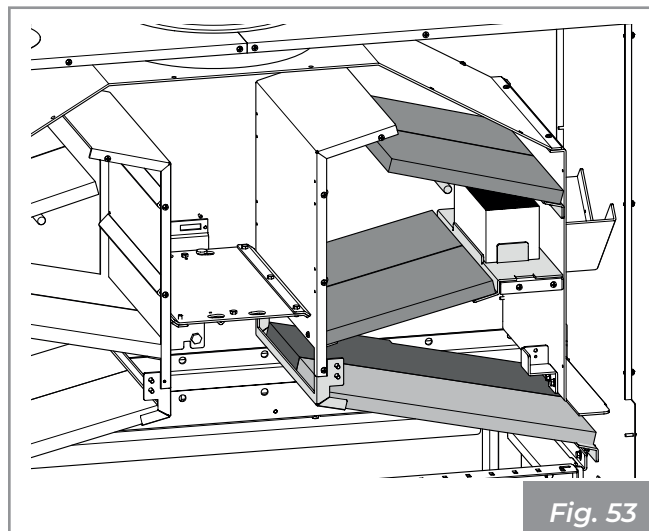

Fig. 53
- 8) Procedere allo stesso modo sul lato opposto (Fig. 53).